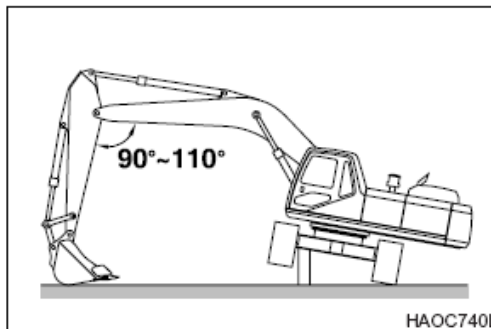

Figura 100
1. La tensión de las orugas se comprueba elevando con un gato uno de los bastidores de la excavadora. Consulte la Figura 100. Instale un bloque de apoyo bajo el bastidor mientras toma las medidas correspondientes.